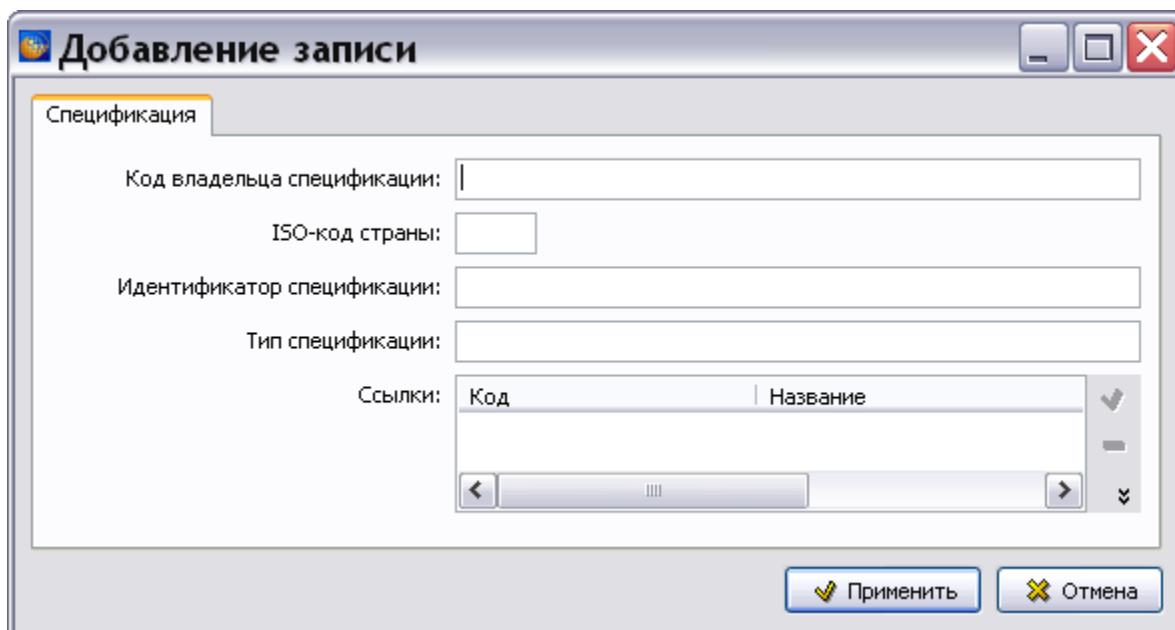

Рис. 15.10
- **Спецификация.** Для добавления спецификации нажмите на кнопку **Добавить**  в правой части окна. После этого появится окно **Добавление записи** (Рис. 15.10).